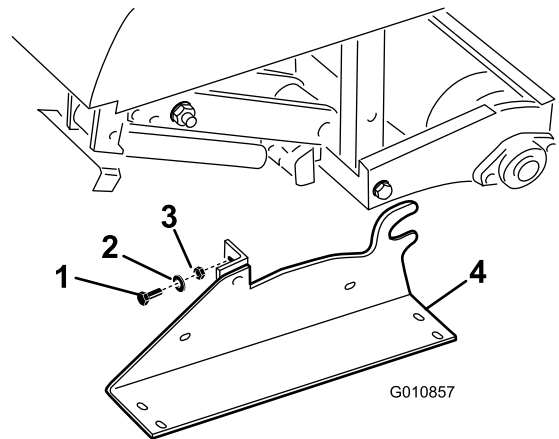

図 33
2. 保管用スタンドとエアレータとを接続しているボルトとロックワッシャとナットを取り外す 図 33。